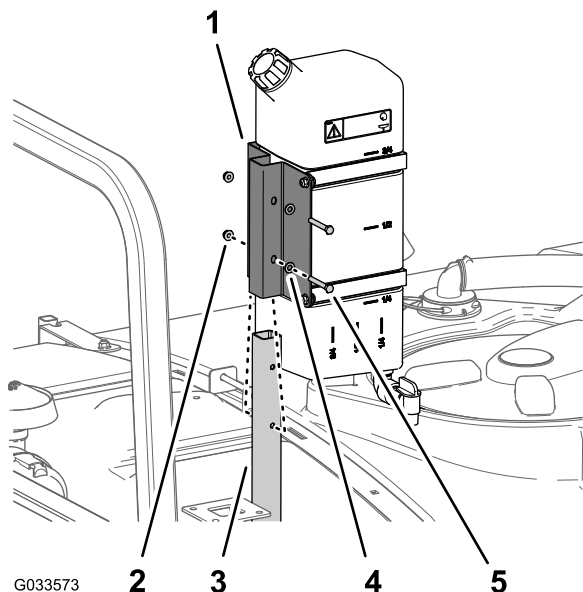

Bild 45
1. Montieren Sie den Frischwasserbehälter und die Befestigung mit den zwei Schrauben (5/16" x 2¼") und zwei Sicherungsbundmuttern (5/16") am Stützrohr, wie in **Bild 45** abgebildet.